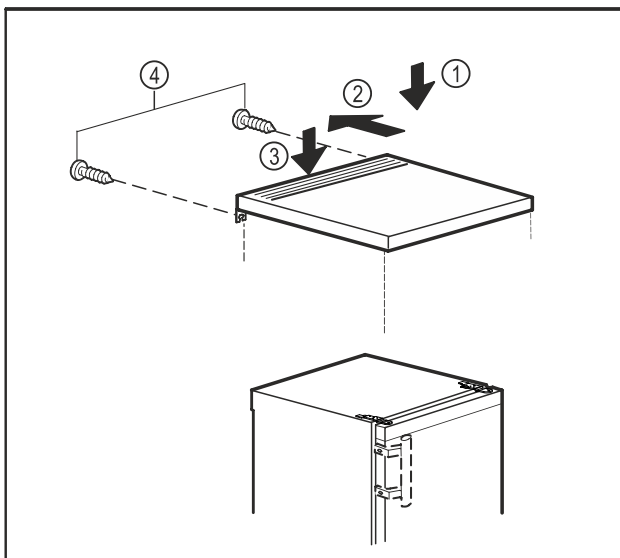

Fig. 10
- ▶ Встановіть стільницю на пристрій. Fig. 10 (1)
- ▶ Відсуньте стільницю назад. Fig. 10 (2)
- ▶ Натисніть на стільницю ззаду вниз. Fig. 10 (3)
- ▶ Затягніть гвинти на задній панелі. Fig. 10 (4)